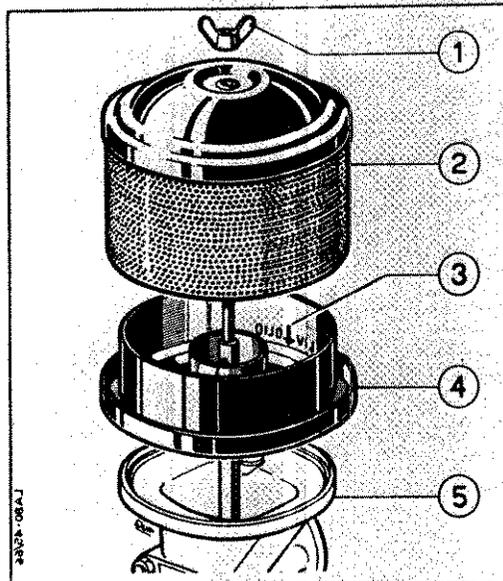

Fig. 2 - SMONTAGGIO DEL FILTRO ARIA
**PULIZIA DEL FILTRO ARIA** (Fig. 2) — L'elemento filtrante 2) è formato da due filtri distinti: una massa di paglia d'alluminio contenuta nella parte centrale, e una reticella disposta esternamente alla scatola. Questa reticella ha il compito di trattenere le impurità più grosse (pagliuzze, foglie o frammenti d'erba in genere) che possono depositarsi su di essa. E' necessario pertanto sorvegliare sempre detta reticella e togliere spesso, anche con le sole mani, tutte quelle impurità che vanno ad ostruire il passaggio dell'aria.